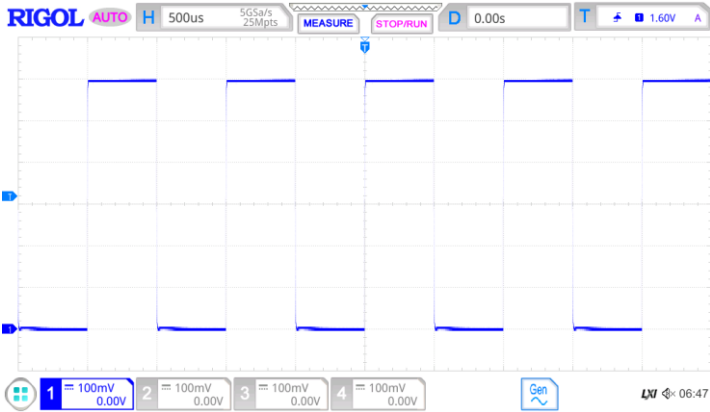

图 9 方波信号
- 观察示波器外接显示屏上的波形，正常情况下应显示图 9 所示的方波信号。